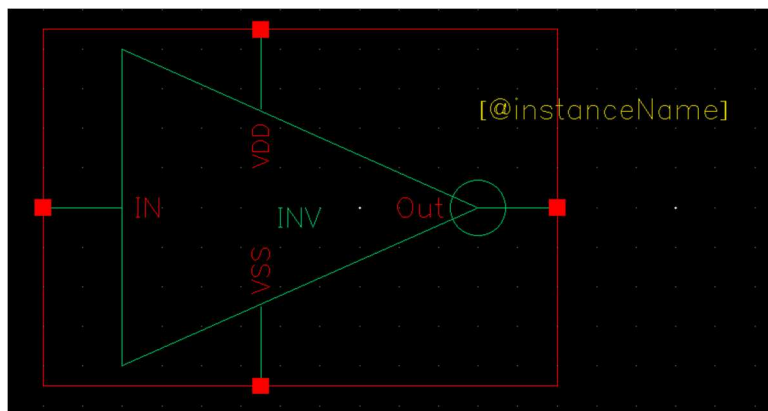

Рисунок 9 – Отредактированный символ инвертора
2. Разместите в рабочей области вновь созданного представления созданный ранее элемент (рисунок 9);